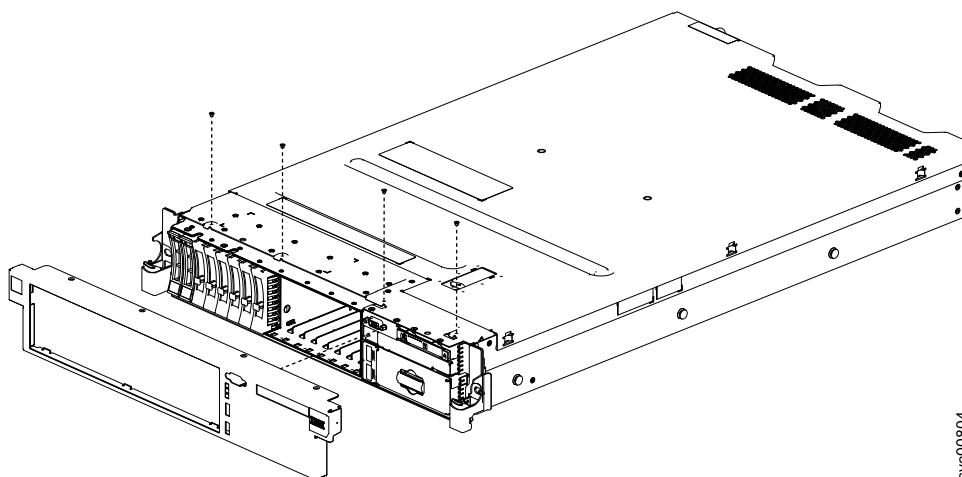

Figura 92. Substituindo o painel do SAN Volume Controller 2145-DH8
2. Insira as guias na parte inferior do painel nos slots da parte inferior do chassis e conecte-as com os parafusos, como mostrado na Figura 92.